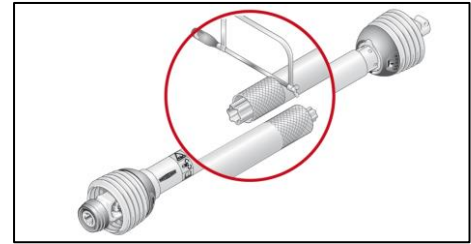

Bild 114: Gelenkwelle anpassen
- Die Deichsel Zylinder (Bild 114 / Pos.1) ganz einfahren.
- Die Kontermuttern (Bild 114 / Pos.2) lösen.
- Durch abwechselndes Verdrehen der linken und rechten Kolbenstange (Bild 114 / Pos.3) die Deichsel stufenlos einstellen.
- Ist das Einstellmaß des Pick-Up Zylinders erreicht, werden die Kontermuttern (Bild 114 / Pos.2) wieder festgezogen.